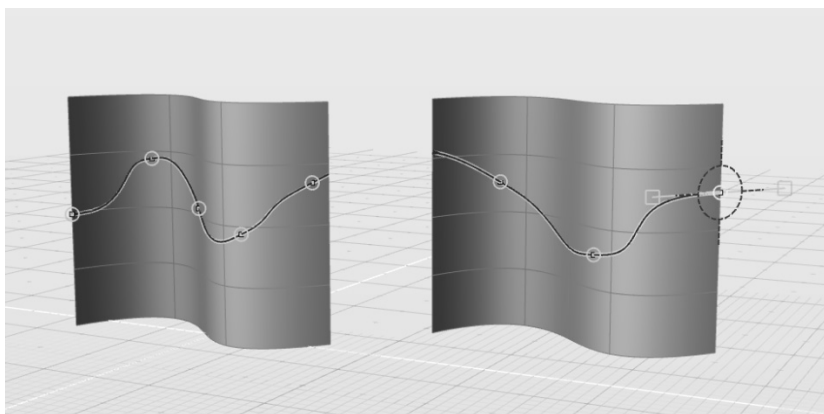

图 3-85 跨面绘制曲线
3) 选中“曲线上的曲线”的最后一个控制点，在控制面板中勾选“插入”复选框，插入融合点，并在曲面上继续绘制该曲线。在绘制过程中，可跨面绘制到“曲面#2”上。绘制最后一个点时，请将其置于“曲面#2”的侧边上，如图 3-85 所示。